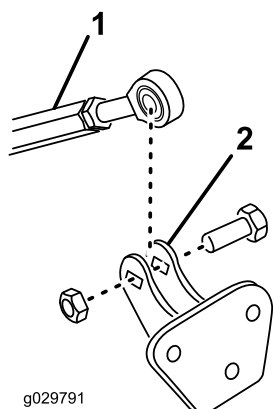

図 10
5. ねじ山付きリンクの端をリンクサポートアセンブリに固定する ボルト 1/2 x 1-1/2 インチ 1 本、ロックナット 1/2 インチ 1 個を使用して 図 10 のように取り付ける。